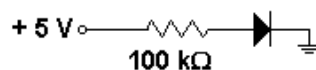

FIGURA 5
- 12) No circuito da Figura 5, $V_D = 5$ V. O diodo está aberto ou em curto ?